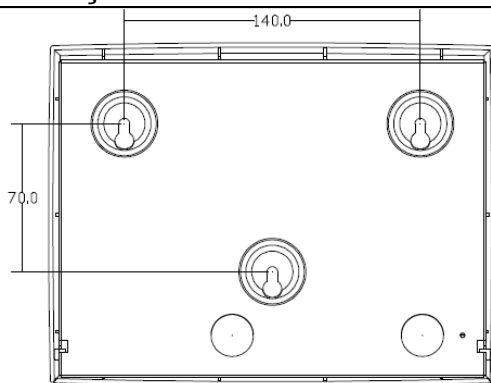

Fig. 4 Dimensão (In: mm)
2. Marque as perfurações para as 3 aberturas de cavilha em uma parede lisa, fure os buracos, coloque os parafusos de expansão e insira os parafusos frouxamente (Fig. 4).